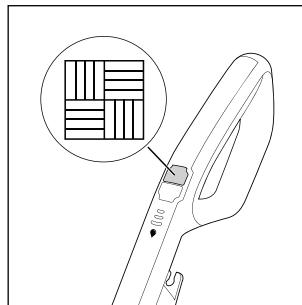

Abb. 13
- Um das Gerät einzuschalten, drücken Sie den Schalter Hartfußboden  14 (siehe Abb. 13). Die LED des Schalters Hartfußboden  14 leuchtet blau.
- Drücken Sie zum Ausschalten des Gerätes erneut den Schalter Hartfußboden  14 (siehe Abb. 13).